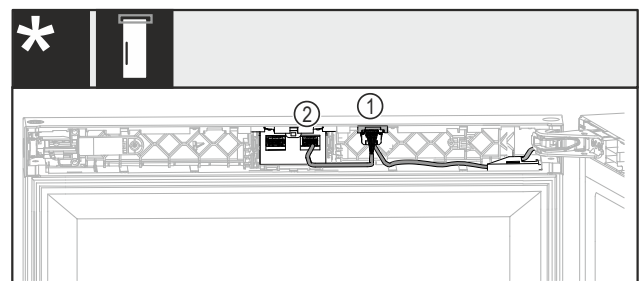

Fig. 32 Ohne Schloss oder mit mechanischem Schloss
- ▶ Stecker mit beiden Kabeln Fig. 32 (1) in die Führung einschieben.
- ▶ Stecker mit einem Kabel Fig. 32 (2) im rechten Nest einrasten.